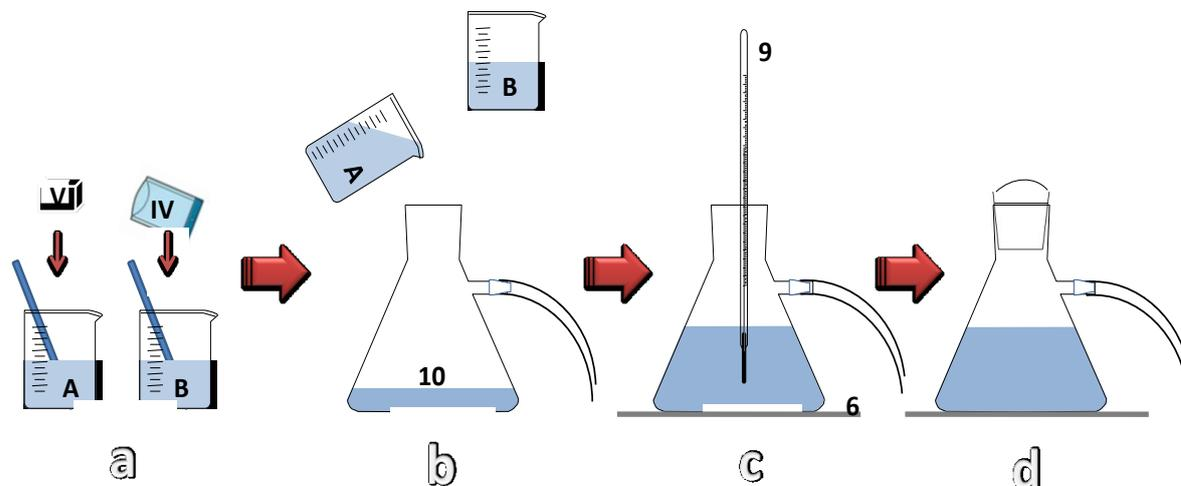

Figura 3
B. Instruções para montagem do frasco de reação de fermentação, conforme Figura 3.